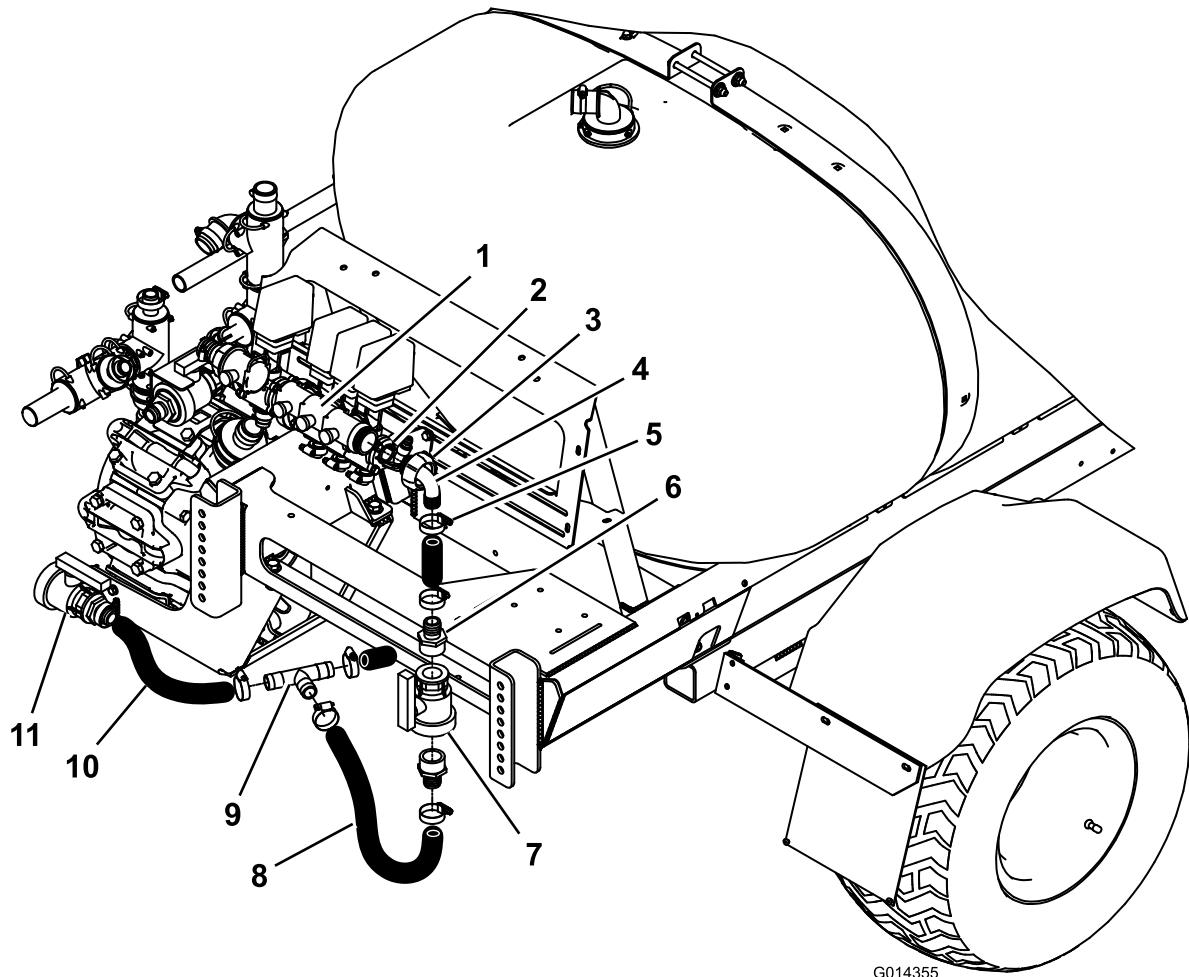

Figura 3
4. Instale la junta tórica en el extremo bridado del codo de 90 grados, e introduzca el codo en el derecho lateral del conjunto de la válvula de compensación (Figura 3).
6. Localice el tubo de vaciado debajo de la máquina y corte la manguera a unas 61 cm de la válvula de vaciado (Figura 3).
7. Instale una abrazadera sobre el extremo de cada manguera, e instale un acoplamiento dentado en T entre los extremos de las mangueras (Figura 3).
9. Corte la manguera de desvío de agitación (Figura 3) a 5 o 7,5 cm del codo.
10. Instale la manguera de desvío de agitación entre el acoplamiento en T al codo (Figura 3).
12. Introduzca la válvula de bola, con 2 acoplamientos dentados rectos y 2 abrazaderas según se muestra en Figura 3.
13. Sujete la válvula de bola y acoplamientos de manguera rectos con las 2 abrazaderas (Figura 3).